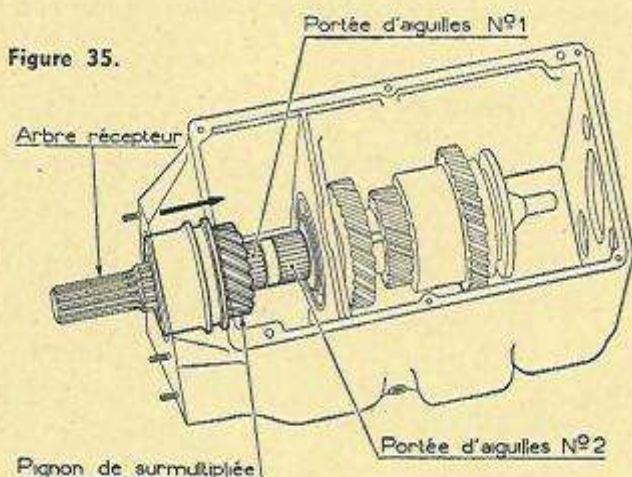

Figure 35.
- Préparer deux paquets de 35 aiguilles chacun. Enduire les deux portées d'aiguilles de l'arbre récepteur de Mobilgrease n° 5, puis garnir celle du bout en rangeant les aiguilles avec soin. S'assurer de la présence de 35 aiguilles exactement sur la portée (fig. 35).